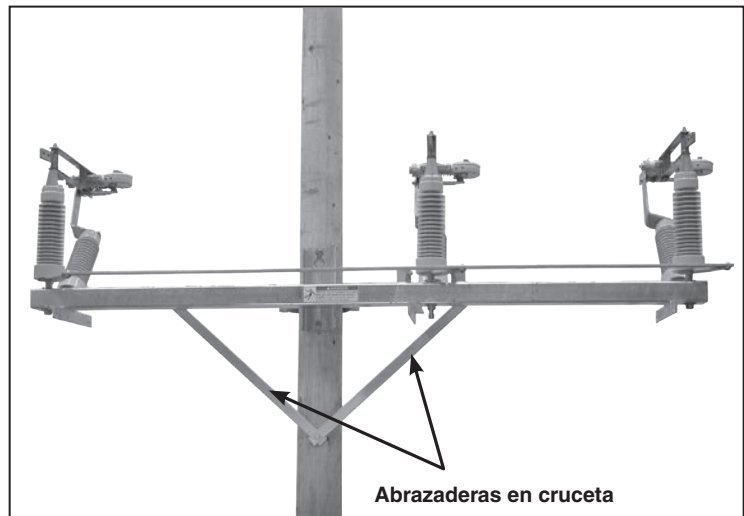

Figura 12. Sujeta las abrazaderas en cruceta (proporcionadas por el usuario) a la base del interruptor.
**PASO 10.** Si se desea, se pueden sujetar a la base del interruptor soportes laterales en cruceta (suministrados por otros). Ver Figura 12. Refiérase al plano de montaje.